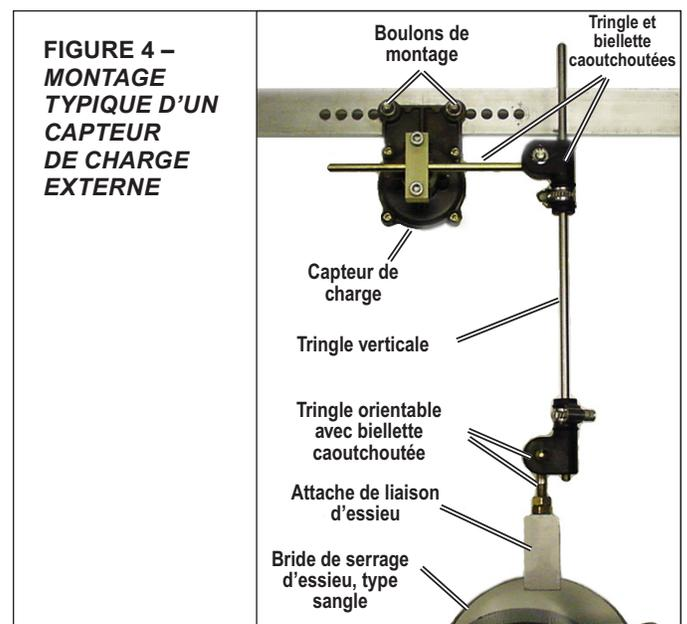
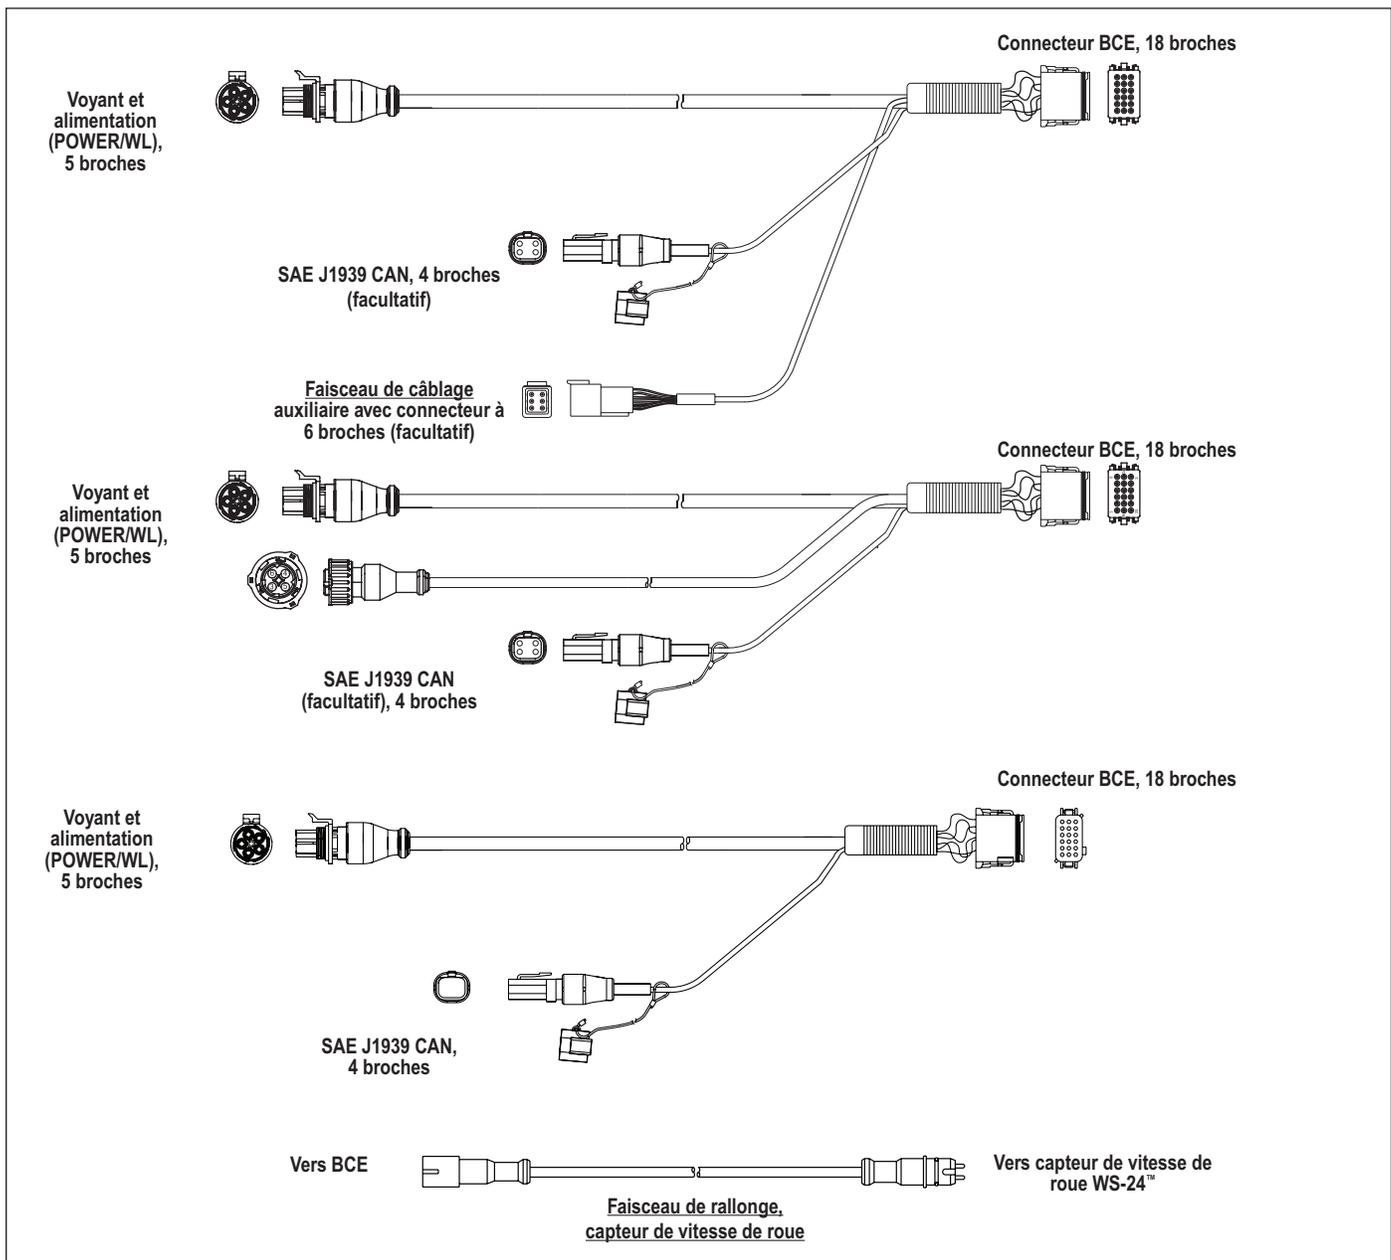

FIGURE 4 –
FIGURE 6 – EXEMPLES DE FAISCEAUX DE CÂBLAGE
Sur les suspensions à ressort, on pose un capteur électrique externe de flexion de ressort (normalement, aussi près que possible du centre ( $\pm 5$  po (13 mm)) d'un essieu, avec la tringlerie fixée au centre de celui-ci). Mais on ne *DOIT PAS* monter ce capteur mécanique sur un essieu relevable, cf. Figure 4. L'orifice du capteur de charge (P42) pour suspension pneumatique est obturé sur les véhicules munis d'un capteur mécanique.
- **Faisceau de câblage :** Un faisceau de câblage de l'alimentation est nécessaire; des variantes, incluant des sous-faisceaux auxiliaires, sont disponibles au besoin. Cf. Figure 6.
- **Capteur de charge** : Si la remorque est dotée d'un capteur électrique externe de flexion de ressort, cf. *Figure 4*, on fixe celui-ci au châssis du véhicule et on le rattache par une tringlerie à un essieu (jamais à un essieu relevable) – à moins de 13 cm (5 po) du centre de l'essieu. La sortie de ce capteur est un signal électrique proportionnel à la flexion du ressort. Pour le brancher sur le bloc de commande électronique (BCE), on utilise un sous-faisceau auxiliaire (partie intégrante du faisceau d'alimentation). Cf. *Figure 6*.
Cf. *Figure 6*.
*Cf. Figure 4.* Les capteurs de roue Bendix® WS-24™ transmettent les données de la vitesse de rotation des roues au module TABS-6 Advanced. Le capteur WS-24 est normalement logé dans un porte-capteur soudé sur le carter d'essieu. Il est protégé par une chemise en acier inoxydable et il est conçu pour être utilisé avec des manchons de serrage en cuivre au béryllium (ces manchons sont parfois appelés bagues de serrage, manchons à friction ou encore étriers). *Cf. Figure 4.* Le manchon de serrage procure un ajustement serré entre l'alésage du porte-capteur et le capteur WS-24.
2. Loger le manchon de serrage neuf dans le porte-capteur, les pattes pointant vers l'intérieur du véhicule. À noter que les capteurs de vitesse de roue Bendix WS-24 doivent avoir le manchon de serrage approprié pour éviter les problèmes causés par une force de rétention réduite (c.-à-d., déplacement excessif du capteur à cause d'un ajustement insuffisamment serré entraînant des codes d'anomalie ABS). *Cf. Figure 4.*